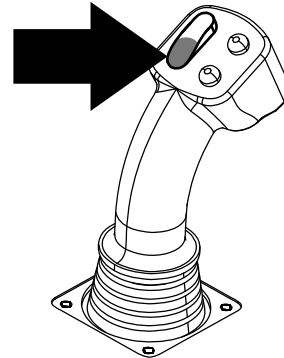

Figura 4
**Importante:** Asegúrese de mantener presionada del todo la sección inferior del interruptor basculante de la leva, en el joystick izquierdo, hasta completar la acción de cada paso (Figura 4).